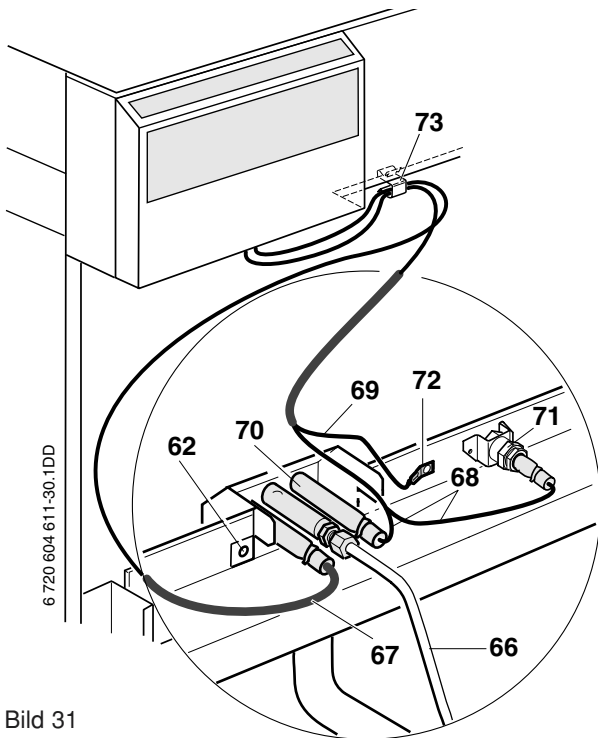

Bild 31
- Vormontierte Gasstraße (61) am Brenner (2) festschrauben
- Stütze (65) sofort nach Einbau der Gasstraße (61) unterstellen.
- Kompletter Zündbrenner mit Halteblech (63) in den Feuerraum-Ausschnitt (64) einführen und mittels den zwei M5 Schrauben + Zahnscheiben (62) an der Brenner-Platte (2) festschrauben.
- **Gasanschluß links** ist möglich durch Drehen der Gasstraße (61) um 180° und Anpassen der Zündgasleitung (66), siehe Bild 31.